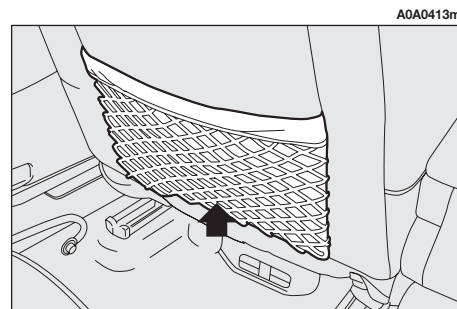

fig. 15
**POCHES ARRIERE (fig. 15) (pour versions/marchés où il est prévu)**